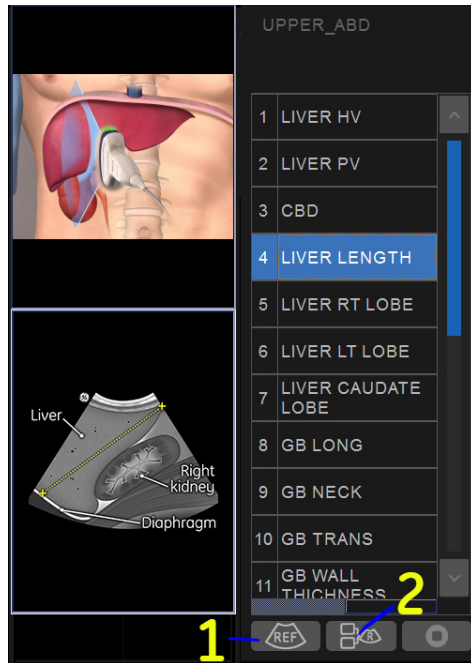

Abbildung 2-26. Vorschau – Scan-Coach
- Wählen Sie ein Programm (zum Beispiel „LEBERLÄNGE“) aus, und drücken Sie dann die Schaltfläche 1 (siehe Abbildung 2-26), um das Referenzbild anzuzeigen.
- Das Referenzbild wird angezeigt. Drücken Sie dann die Schaltfläche **2** (siehe Abbildung 2-26), um auch die Sondenposition und das Schema anzuzeigen.